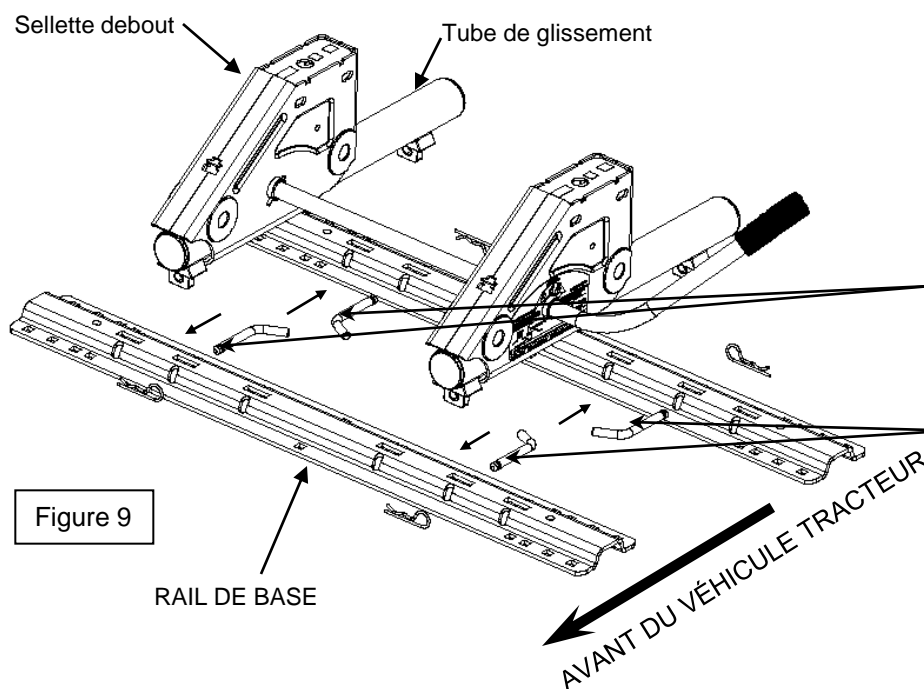

Figure 9
4. Placer la REESE™ Fifth Wheel Slider dans les rails de base avec les goupilles comme illustré à la figure 9 ci-dessous.